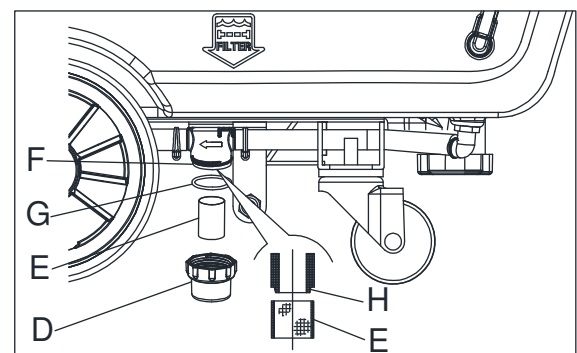

Figure 16
2. Faire en sorte que la machine soit éteinte et que la clé de contact (35) soit retirée.
4. Retirer le couvercle transparent (D, Figure 16), puis retirer la crépine du filtre (E). Les nettoyer et les installer sur le support (F).